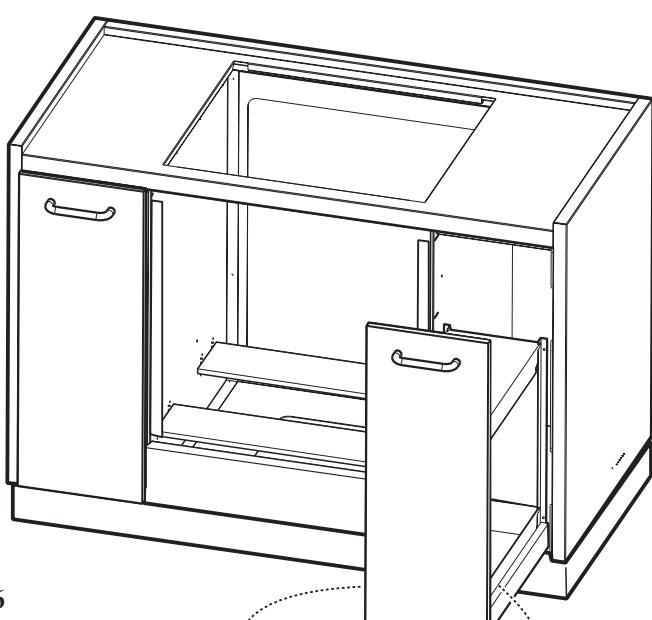

Rys. 4
- c. powtórzyć czynności a, b. Rys. 4